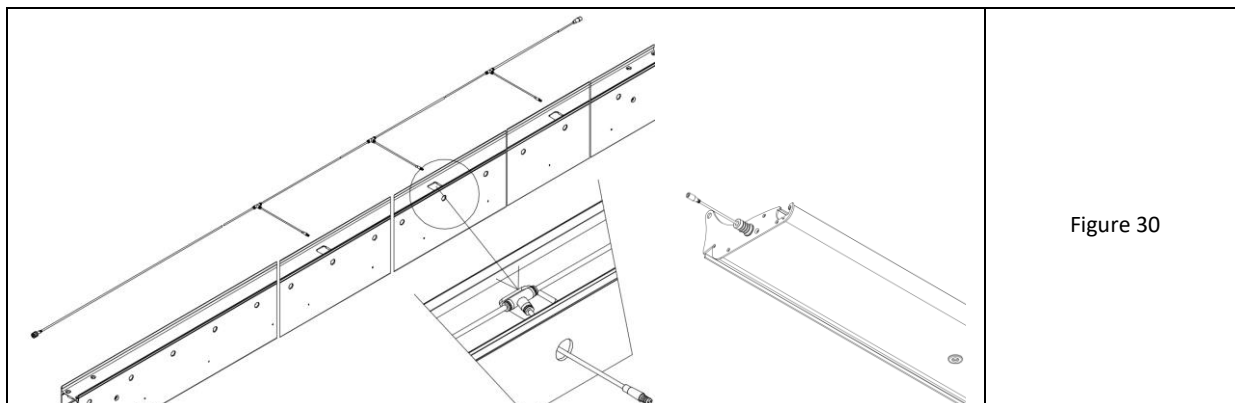

Figure 30
25. Pour les lames à pointe légère, avant de glisser l'axe de la lame dans la barre de support, pousser ensemble les connecteurs de câble dépassant de la barre et de l'axe (Fig. 30). Pousser le connecteur à l'intérieur de la poutre. Insérez ensuite la lame de manière standard en suivant les étapes ci-dessus.